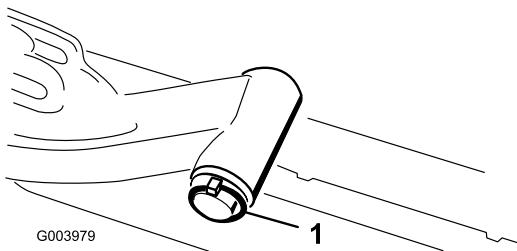

Figure 11
- A. Retirez la goupille à anneau et la rondelle qui fixent l'axe de pivot du bras de levage au bras de levage, et sortez l'axe de pivot du bras (Figure 11).